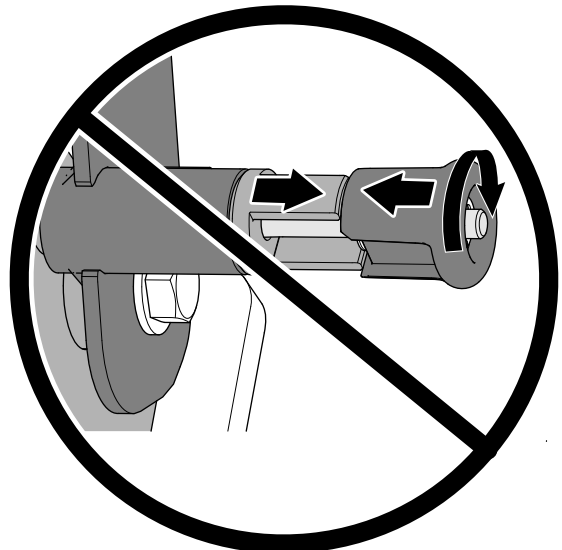

Figura 75
**Importante:** No gire el pomo para que no se pueda retraer el pasador del cierre (Figura 75).